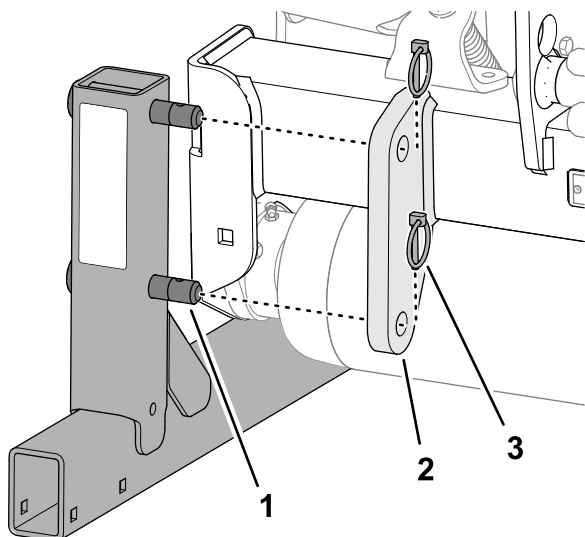

Рисунок 44
1. Вставьте палец подставки для хранения в отверстия кронштейна подставки в раме сцепки (**Рисунок 44**).
2. Прикрепите палец подставки для хранения к кронштейну подставки с помощью 2 шплинтов с кольцами (**Рисунок 44**).